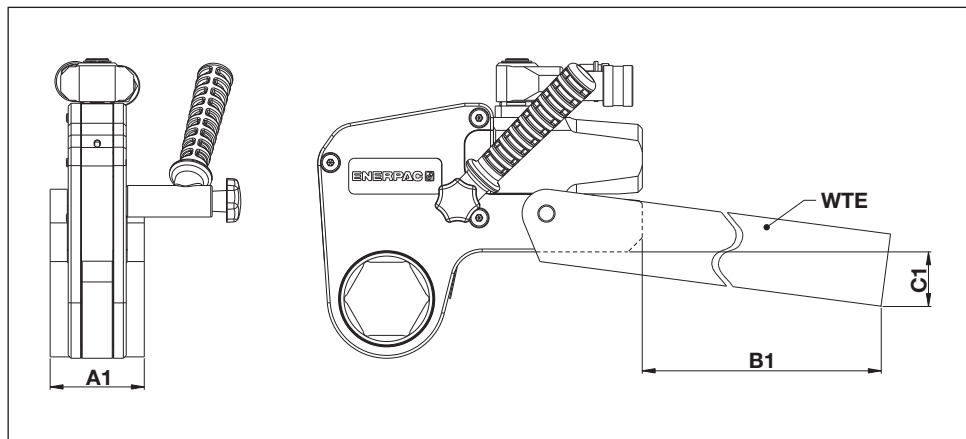

Fig. 23
6.1.1 Mål, WTE-serien forlenget reaksjonsarm (fig. 23)